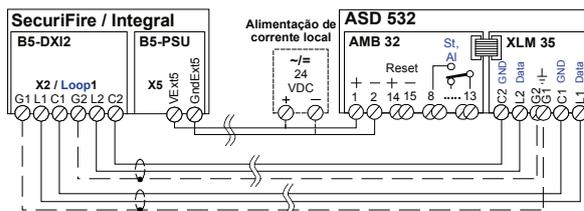

Fig. 25 Ligação a partir de XLM 35
- A ligação ou passagem do cabo entre o **XLM 35** e a CDI SecuriFire ou Integral tem de ser cumprida em conformidade com a Fig. 25 (L1 em L1, C1 em C1, etc.).